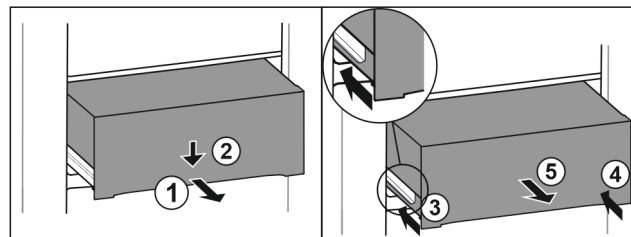

Fig. 81
- Tirer le tiroir jusqu'à mi-chemin. Fig. 81 (1)
- Appuyer sur l'avant du tiroir vers le bas. Fig. 81 (2)
- Insérer le rail gauche d'env. 2 cm. Fig. 81 (3)
- Insérer le rail droit d'env. 2 cm. Fig. 81 (4)
- Retirer le tiroir par l'avant. Fig. 81 (5)